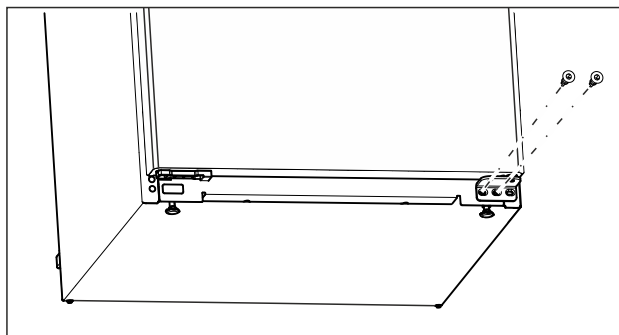

Fig. 6
- ▶ Desatornillar el tornillo central en el soporte del cojinete inferior con un destornillador Torx 20. (consulte Fig. 6)
- ▶ Desatornillar el tornillo interior en el soporte del cojinete inferior con un destornillador Torx 20. (consulte Fig. 6)